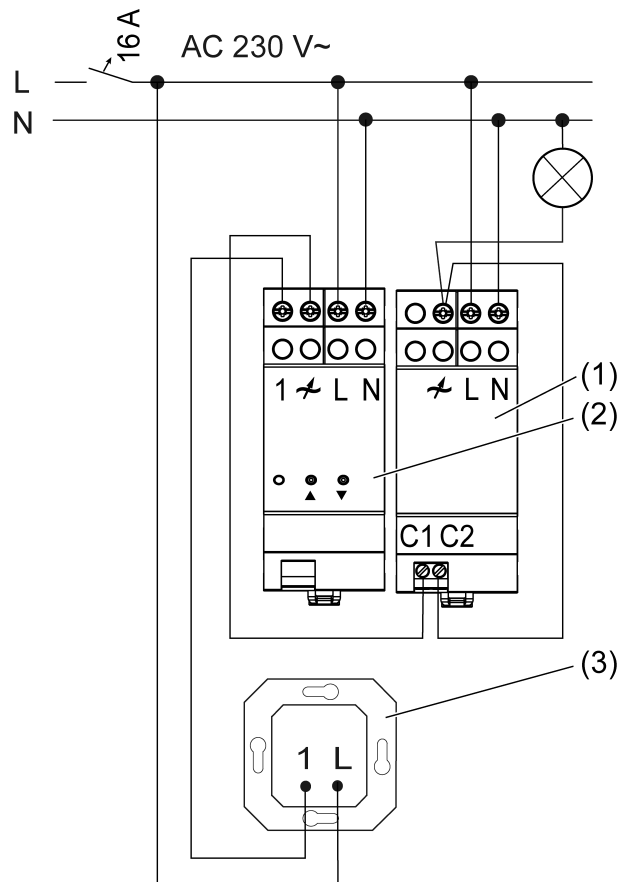
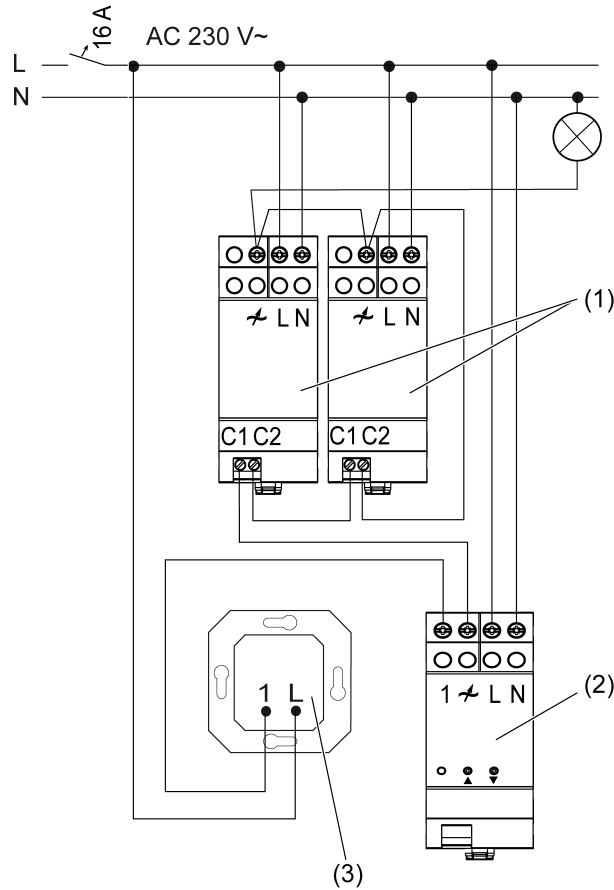

Figure 1: Exemple de raccordement avec un module additionnel de puissance
Figure 2: Exemple de raccordement avec deux modules additionnels de puissance
- Encliqueter le module de puissance additionnel sur le profilé chapeau et le raccorder conformément aux exemples de raccordement, variateur avec un module de puissance additionnel (Figure 1), variateur avec plusieurs modules de puissance additionnels (Figure 2).